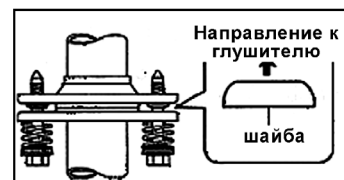

Рис. 117
(2) Закрепите приемную трубу глушителя. Момент затяжки 43 Н·м;
(3) Установите резонатор в сборе. Используйте новую прокладку. Момент затяжки 44 Н·м;
(4) Установите глушитель. Используйте новую прокладку (Рис.117). Момент затяжки 43 Н·м;